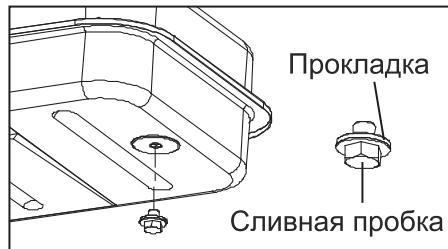

Рис. 7
1. Отвернуть сливную пробку в задней нижней части топливного бака головкой $\frac{3}{4}$ дюйма или ключом, слить топливо из топливного бака (Рис. 7).